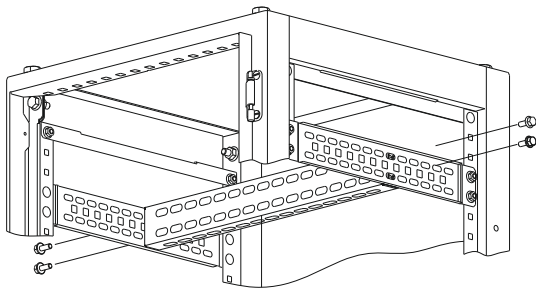

Рисунок 8
7.2.1 Установите Лонжерон между двумя, предварительно смонтированными, Рейками боковыми и закрепите болтами М6х16 (рисунок 8). Момент затяжки 5 Н·м.